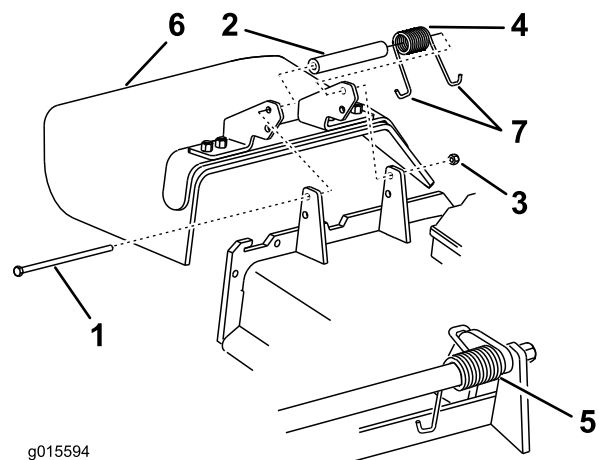

Figura 107
1. Retire a porca de bloqueio, o parafuso, a mola e o espaçador que fixam o defletor aos apoios de articulação (Figura 107).
2. Se o defletor de relva estiver danificado ou gasto, retire-o (Figura 107).
Nota: Certifique-se de que está montada uma extremidade em J por trás da extremidade da plataforma antes de colocar o parafuso como se mostra na Figura 107.
6. Coloque uma extremidade em gancho J da mola em torno do defletor de relva (Figura 107).